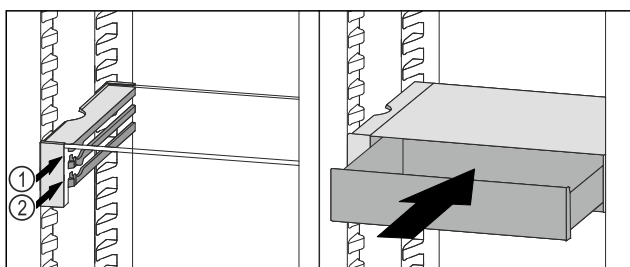

Fig. 162
- ▶ Nasadte zásuvku VarioSafe za zářezky na požadovaném žebro Fig. 162 (1) nebo Fig. 162 (2).